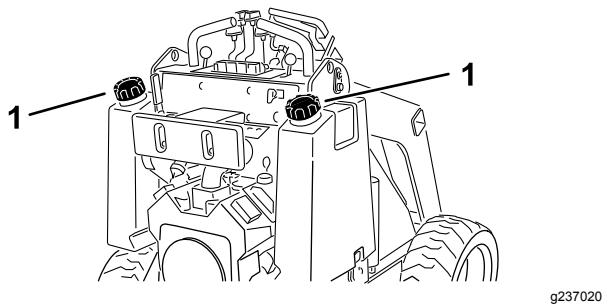

Рисунок 6
3. Очистите область вокруг крышки топливного бака и снимите крышку (Рисунок 6).